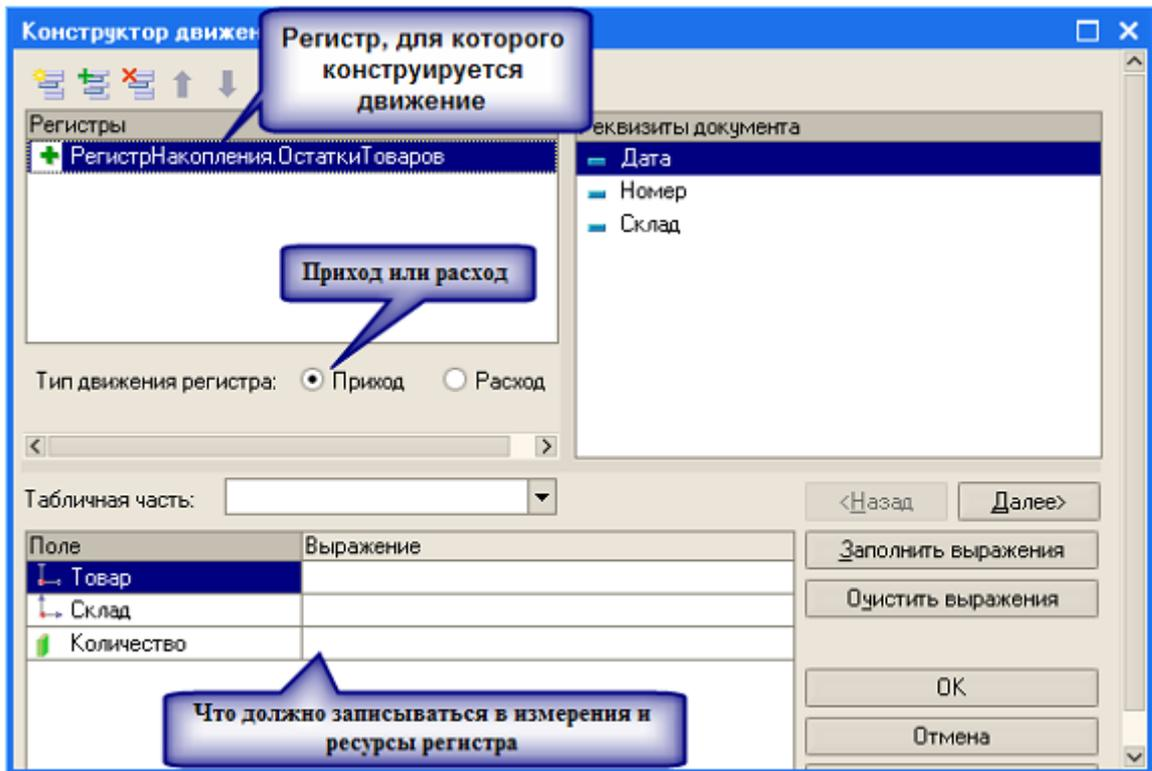

Рис. 52
- Щелкните на кнопке *Конструктор Движений* – откроется окно конструктора (рис. 52)